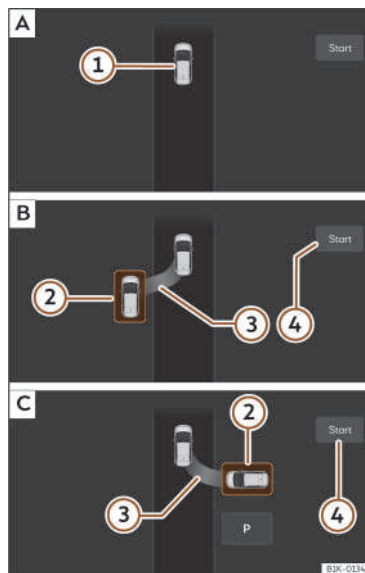

Fig. 129 Sul display del sistema infotainment. **A**: Cercare un parcheggio. **B**: Posizione per il parcheggio in linea. **C**: Posizione per il parcheggio in batteria.
- Nella visualizzazione del display del quadro strumenti controllare se lo spazio è stato rilevato come “idoneo” ed è stata raggiunta la posizione corretta per parcheggiare >>> **fig. 129** **B** o **C**. Fermare il veicolo, seguire le istruzioni visualizzate nel sistema infotainment.
- Fermare il veicolo, premere il freno e, dopo una breve pausa, premere il tasto **Avvio** ④ sul sistema infotainment.